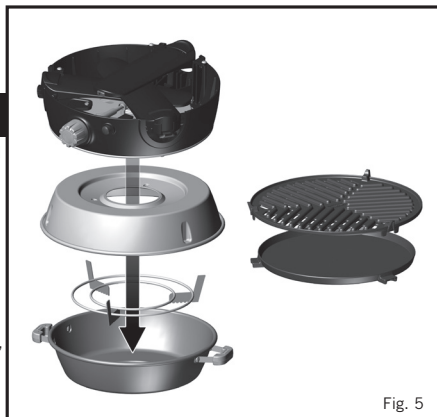

Fig. 5
- Låt apparaten svalna innan du packar in den. Gör ren den, Vik sedan ihop apparaten som beskrivet i avdelning 3 ovan. Sätt först grytan / huven i påsen. Sätt sedan grytstativet upp-och-ner inuti grytan. Sätt Fettpannan upp-och-ner ovanpå Grytan och Grytstativet. Sätt sedan själva apparaten upp-och-ner ovanpå fettpannan. Lägg in Gallret och den Flata Pannan i deras respektive fack i påsens lock och dra till blixtlåsen. Vik locket över påsen och dra ihop blixtlåset. (Fig. 5)